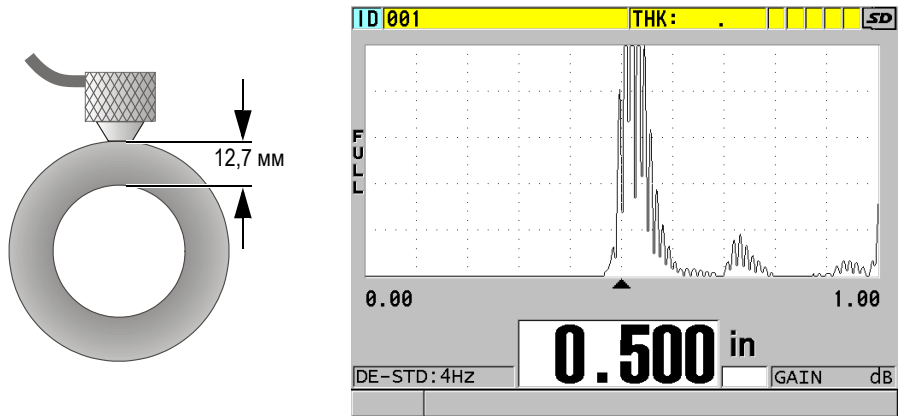

Рис. 5-9 Установка раздельно-совмещенного ПЭП на поверхность материала и измерение толщины
2. Немного нажимая на преобразователь, установите его на тестируемый образец и постарайтесь зафиксировать на поверхности материала (см. Рис. 5-9 на стр. 85).